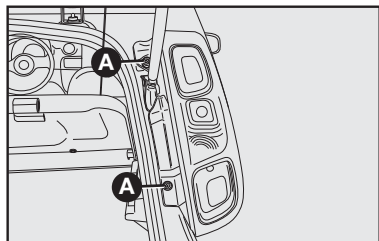

fig. 17
1) Saque los dos tornillos **A-fig. 17** usando llave específica (no suministrada). Tire del grupo de luces hacia fuera hasta que se suelte de las dos trabas.
5) Recoloque el grupo de luces traseras, apretando los tornillos **A-fig. 17**.